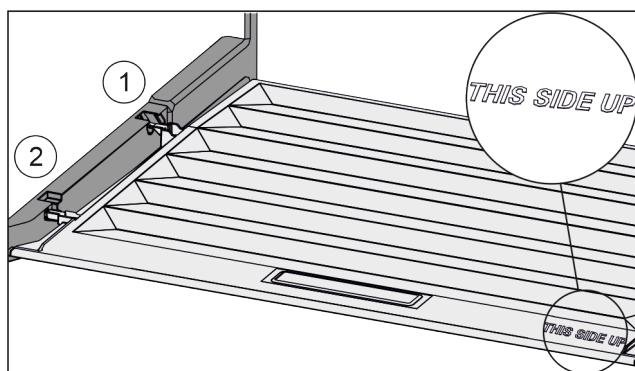

Fig. 151
- Вставити поперечні ребра через отвір заднього тримача Fig. 151 (1) і зафіксувати спереду у тримачі Fig. 151 (2).